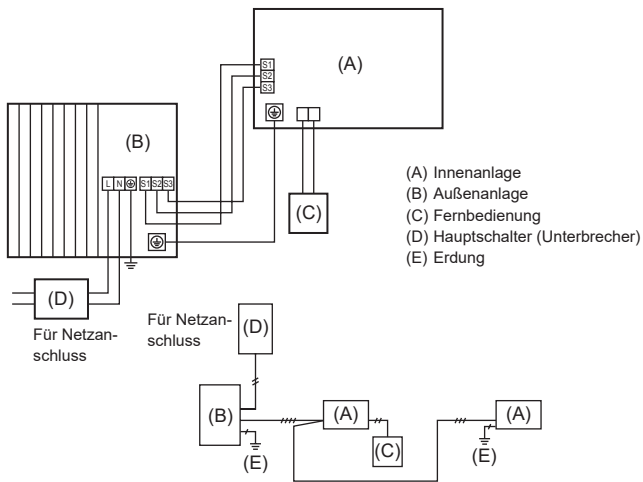
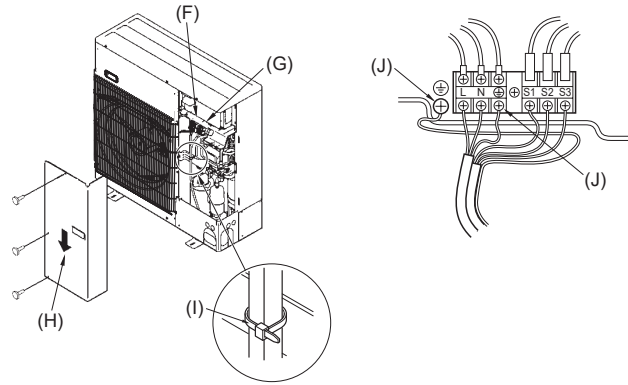

Abb. 6-1
Abb. 6-2
### 6.1. Außenanlage (Abb. 6-1, Abb. 6-2)
- (1) Die Bedienungsplatte abnehmen.
- (2) Die Kabel gemäß der Abb. 6-1 und der Abb. 6-2 verdrahten.